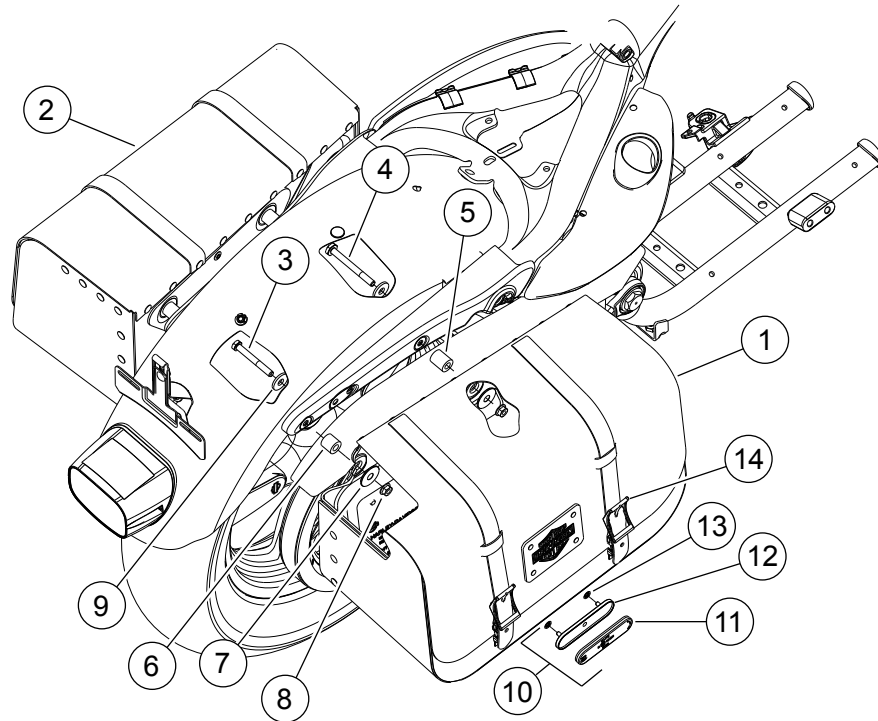

Abbildung 2. Ersatzteile: Express Rider-Satteltaschensatz
Siehe Abbildung 2 und Tabelle 1.
6. Siehe Abbildung 2. Von der Schutzblechunterseite aus die Schraube (3) und Unterlegscheibe (9) aus dem Satz durch das hintere Schutzblechloch und die Schraube (4) und Unterlegscheibe (9) durch das vordere Schutzblechloch in die Schutzblechstütze und -abdeckung einbauen, aus denen in Schritt 4 die Halbrundkopfschrauben entfernt wurden.
7. Das kurze Distanzstück (6) auf der hinteren Schraube und das lange Distanzstück (5) auf der vorderen Schraube anbringen.
9. Unterlegscheiben für Bundschrauben (7) und Flanschsicherungsmuttern (8) auf die Schrauben an der Innenseite der Satteltasche drehen. Sicherstellen, dass der kleinere Durchmesser der Unterlegscheibe für die Bundschraube in den Kunststoffsockel der Satteltasche eingesetzt wird. Beide Flanschsicherungsmuttern anziehen auf 33–37 N·m (24–27 ft-lbs).
2. Siehe Abbildung 2. Die Reflektorhalterung (12) an der Satteltasche platzieren.
5. Die Fläche, auf der der Reflektor in der Reflektorhalterung (12) angebracht wird, mit Seifenwasser reinigen.
7. Die Schutzfolie von der Rückseite des Reflektors (11) abziehen und an der Halterung (12) anbringen.
9. Die Reflektorhalterung (12) mit zwei Druckmutter (13) an der Satteltasche anbringen.